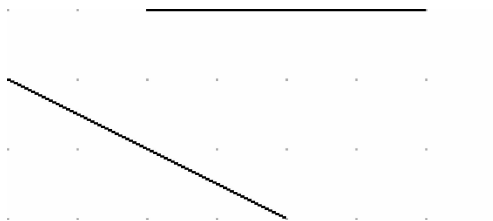

图 6-64 绘制线
1) 绘制出第一条直线后，此时系统仍处于绘制直线状态，将鼠标移动到新的直线的起点，按照上面的方法继续绘制其他直线，如图 6-64 所示。